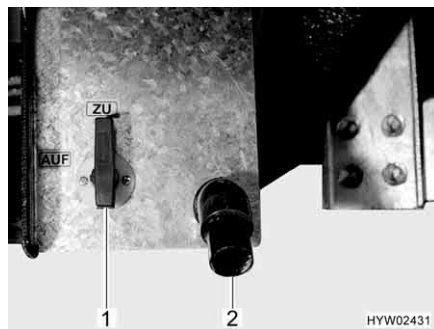
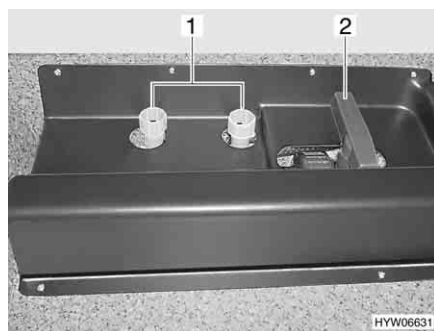
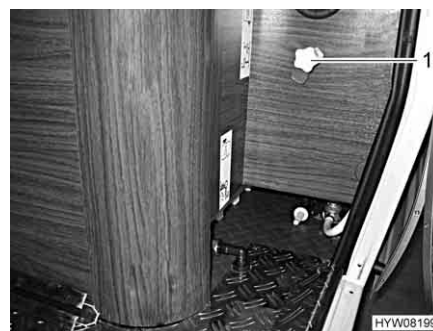

Fig. 168 Leva di comando e tubo di scarico del serbatoio delle acque grigie
Fig. 169 Leva di comando per il serbatoio delle acque grigie nel garage di coda
Fig. 170 Leva di comando per il serbatoio delle acque grigie nel garage di coda (alternativa)
La leva di comando (Fig. 168,1) per lo scarico delle acque grigie è installata accanto al tubo di scarico (Fig. 168,2) sul lato destro o sinistro del veicolo. Il tubo di gomma per lo scarico (di serie) è posto nel vano portabombole e può essere usato come prolunga fissandolo al tubo di scarico.
La leva di comando (Fig. 169,2 o Fig. 170,1) è installata nel garage di coda/nel gavone di coda.
- Fissare il tubo di gomma per lo scarico al tubo di scarico (Fig. 168,2).
- Aprire il rubinetto di scarico. A tal fine ruotare la leva di comando (Fig. 168,1 o Fig. 169,2) del rubinetto di scarico di un quarto di giro oppure estrarre il pulsante di comando (Fig. 170,1).
- Dopo il deflusso completo delle acque grigie, richiudere il rubinetto di scarico. A tal fine ruotare la leva di comando (Fig. 168,1 o Fig. 169,2) del rubinetto di scarico di un quarto di giro in senso orario oppure premere verso l'interno il pulsante di comando (Fig. 170,1).